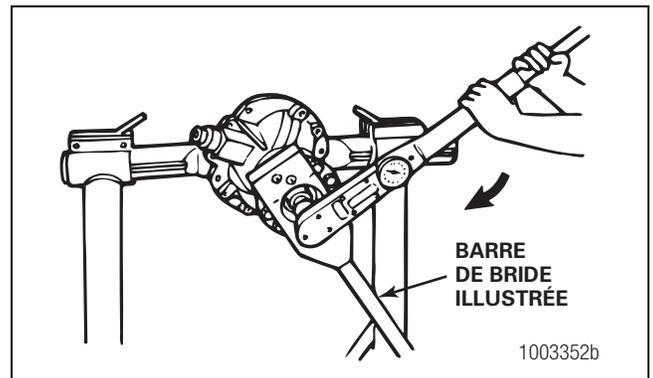

Figure 5.17
4. Fixer une barre de bride ou de chape sur la chape ou la bride d'entrée. La barre maintiendra le pignon d'attaque en place pendant le serrage de l'écrou d'arbre de pignon. Figure 5.17.
5. Serrer l'écrou de pignon d'attaque à la valeur prescrite. Figure 5.17. Se reporter au Tableau I.